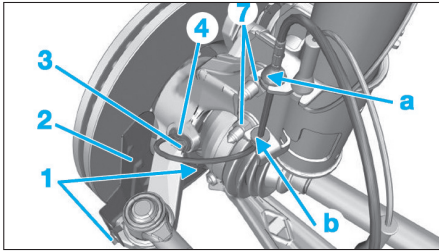

Fig. 22
- les vis (1) (Fig.22),
- la vis (6).
- Déposer les 2 vis (7) (Fig.22).